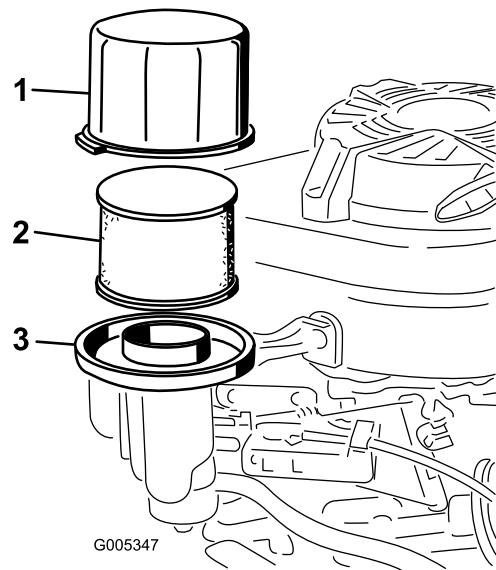

Figure 23
2. Déposez le couvercle et nettoyez-le soigneusement (Figure 23).
3. Retirez le préfiltre en mousse et l'élément filtrant en papier de la base du filtre à air (Figure 23).